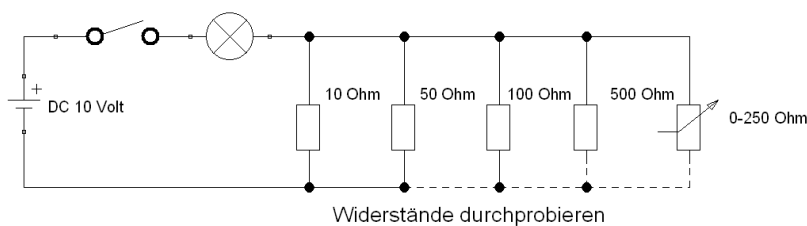

Abbildung 4.10: Aufbau zur Kirchhoffschen Knotenregel.
- Bauen Sie die Schaltung in Abbildung 4.10 auf.